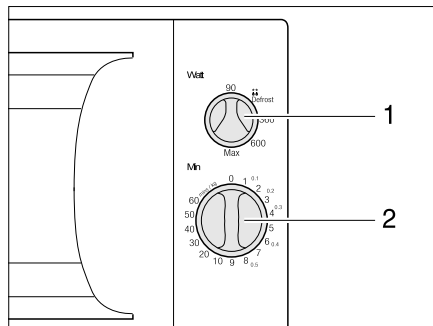

Bild 129 Bedienelemente für Mikrowellengerät
- Am Drehregler (Bild 129,1) Leistung wählen.
- Am Drehregler (Bild 129,2) Garzeit wählen. Der Garvorgang beginnt.